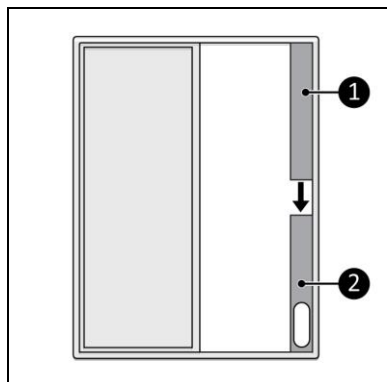

Abbildung 10
3. Platzieren Sie das mitgelieferte Fenster-Kit in die Öffnung des Fensters (Abbildung 10, Pos. 2) und verwenden Sie das Oberteil (Abbildung 10, Pos. 1), um die Höhe des Fensters anzupassen.